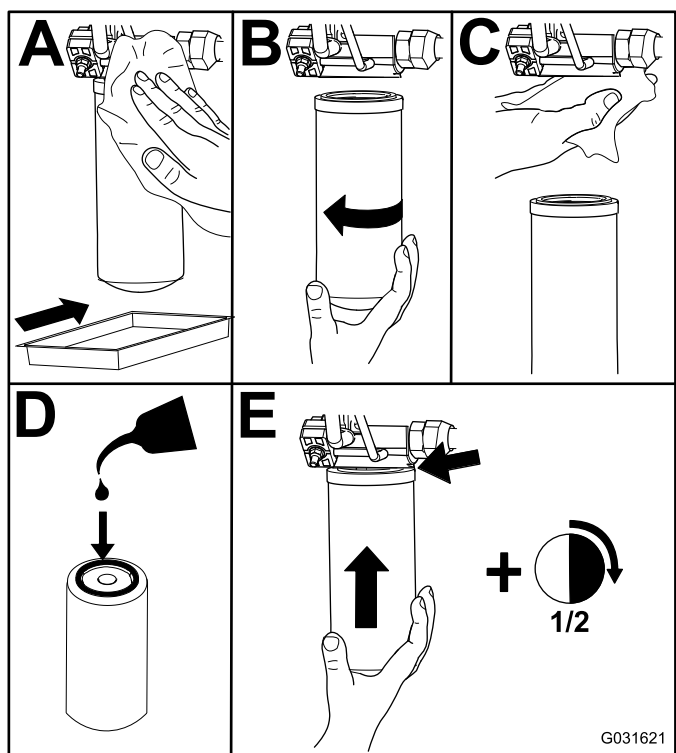

Figura 118
2. Cambie los filtros hidráulicos (Figura 118).